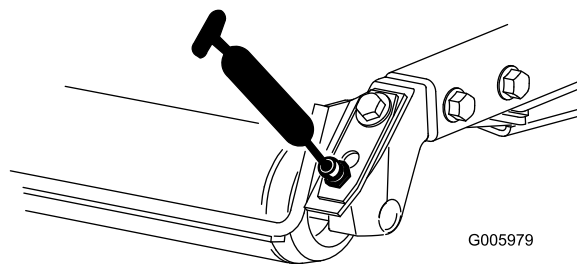

Рисунок 48
- Подшипники заднего валика (по 2 шт. на каждом режущем блоке), как показано на Рисунок 48